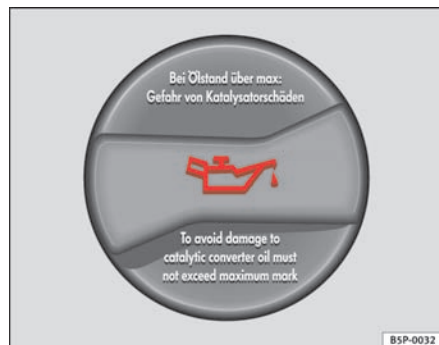

Fig. 143 I motorrummet: oliepåfyldningsdæksel
- Skru dækslet af påfyldningsåbningen ⇒ fig. 143.